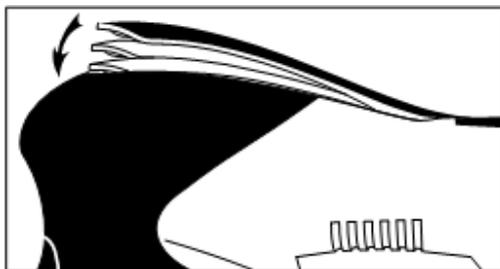

Рисунок 4
2. Промежуточные скорости между нулем (0 об/мин) и установленной максимальной скоростью могут использоваться при частичном (неполном) нажатии рычага; смотрите рисунок 4.